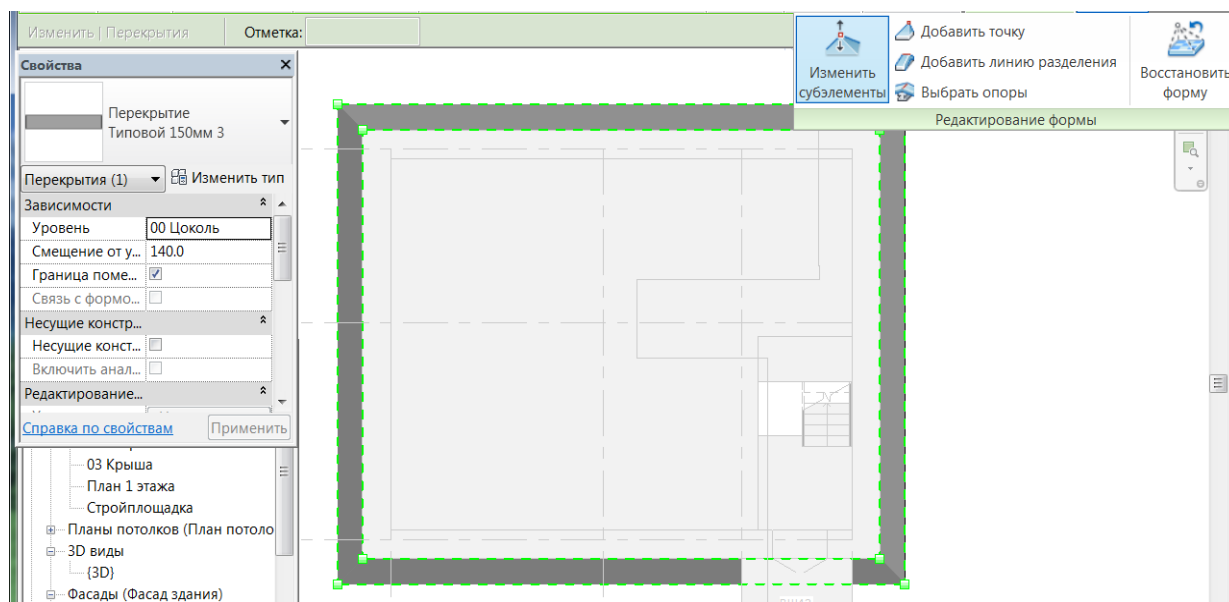

Рис. 112
7. Выйти из режима редактирования и на панели **Редактирование формы** щелкнуть на **Изменить субэлементы** (рис.112).